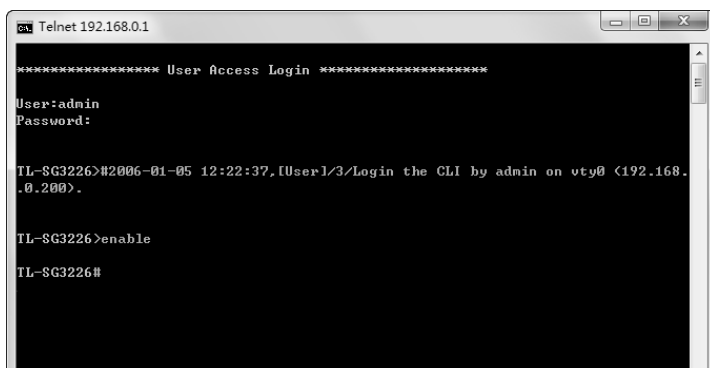

图4-7 进入特权模式
4. 输入enable后回车以进入特权模式, 如图4-7所示。